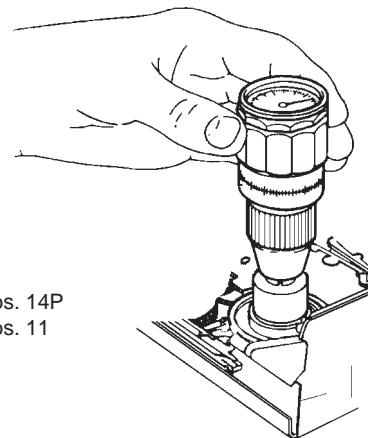

Fig. 28
- Placer le couplemètre sur le plateau d'enroulement droit (Fig. 28).
- Tourner jusqu'à ce que l'affichage du couplemètre soit stable (Fig. 28).
- Placer le couplemètre sur le plateau d'enroulement droit et le tourner dans le sens inverse des aiguilles d'une montre jusqu'à ce que le plateau d'enroulement patine légèrement (Fig. 28).